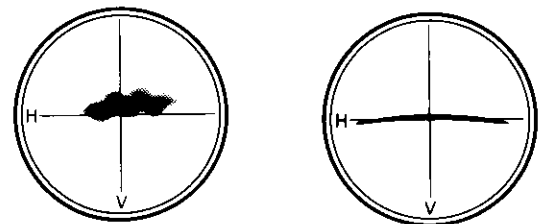

図9 マルチパス波形の観測
3. 図9(b)のように、垂直の変化幅が少なくなるように、アンテナの方向と高さを決めてください。